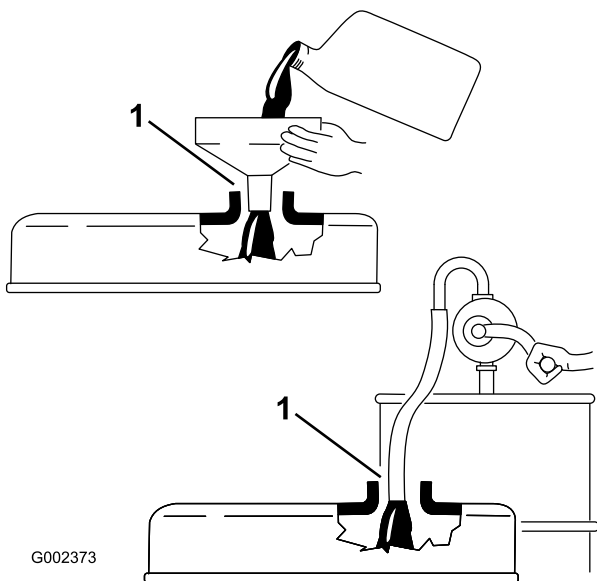

Figure 26
**Important:** Prenez soin de retirer la jauge lorsque vous faites le plein d'huile moteur. Lorsque vous faites l'appoint ou le plein d'huile moteur, il est *indispensable* de maintenir un espace entre le dispositif de remplissage et le trou de remplissage d'huile dans le couvre-culasse, comme illustré (Figure 26). Cet espace est nécessaire pour assurer l'aération pendant le remplissage et empêcher l'huile de déborder dans le reniflard.